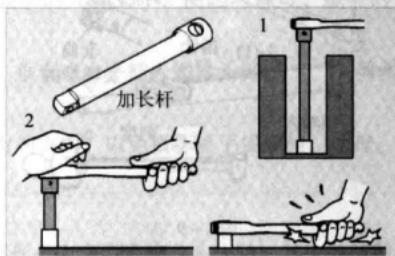

图 1-6
- (3) 将套筒套住螺栓或螺母上，转动快速摇柄或棘轮手柄进行拆装。如图 1-6 所示。使用套筒扳手的注意事项有以下几点。